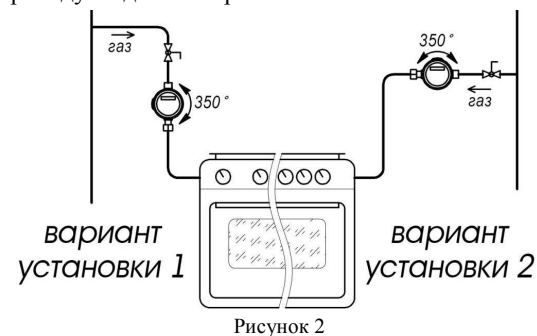

Рисунок 2
5.3.1 Установить счетчик на вертикальном или горизонтальном участке газопровода (рисунок 2). Направление стрелки на корпусе счетчика должно совпадать с направлением потока газа в газопроводе. Допускается установка счетчика в любом удобном для потребителя положении, не противоречащем правилам установки и монтажа газового оборудования.